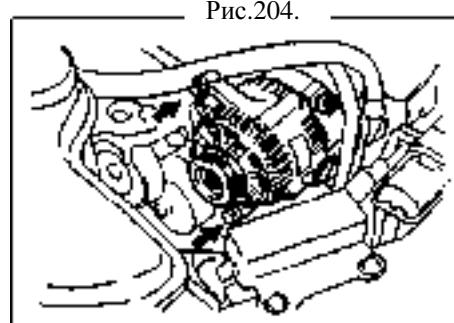

Рис.204.
4. Установите компоненты генератора (рис.204).